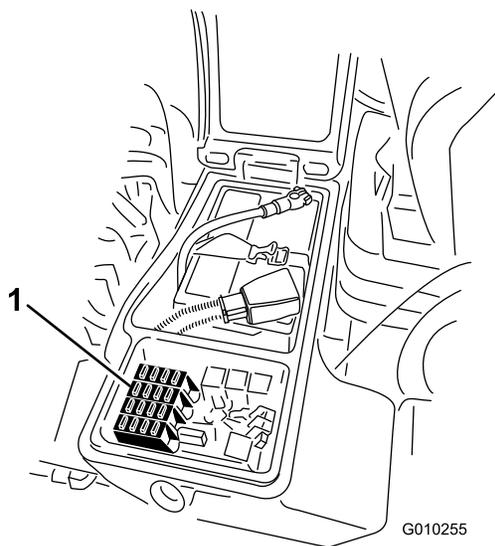

**Рисунок 54**
1. Ослабьте фиксацию защелки крышки правого вещевого отсека и поднимите крышку (Рисунок 54), чтобы получить доступ к блоку предохранителей (Рисунок 55).
3. Закройте крышку правого вещевого отсека и зафиксируйте ее защелкой (Рисунок 54).